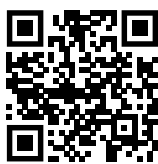

Fig. 74
- ▶ Atverkite Liebherr SmartMonitoring Dashboard. (žr. Fig. 74)